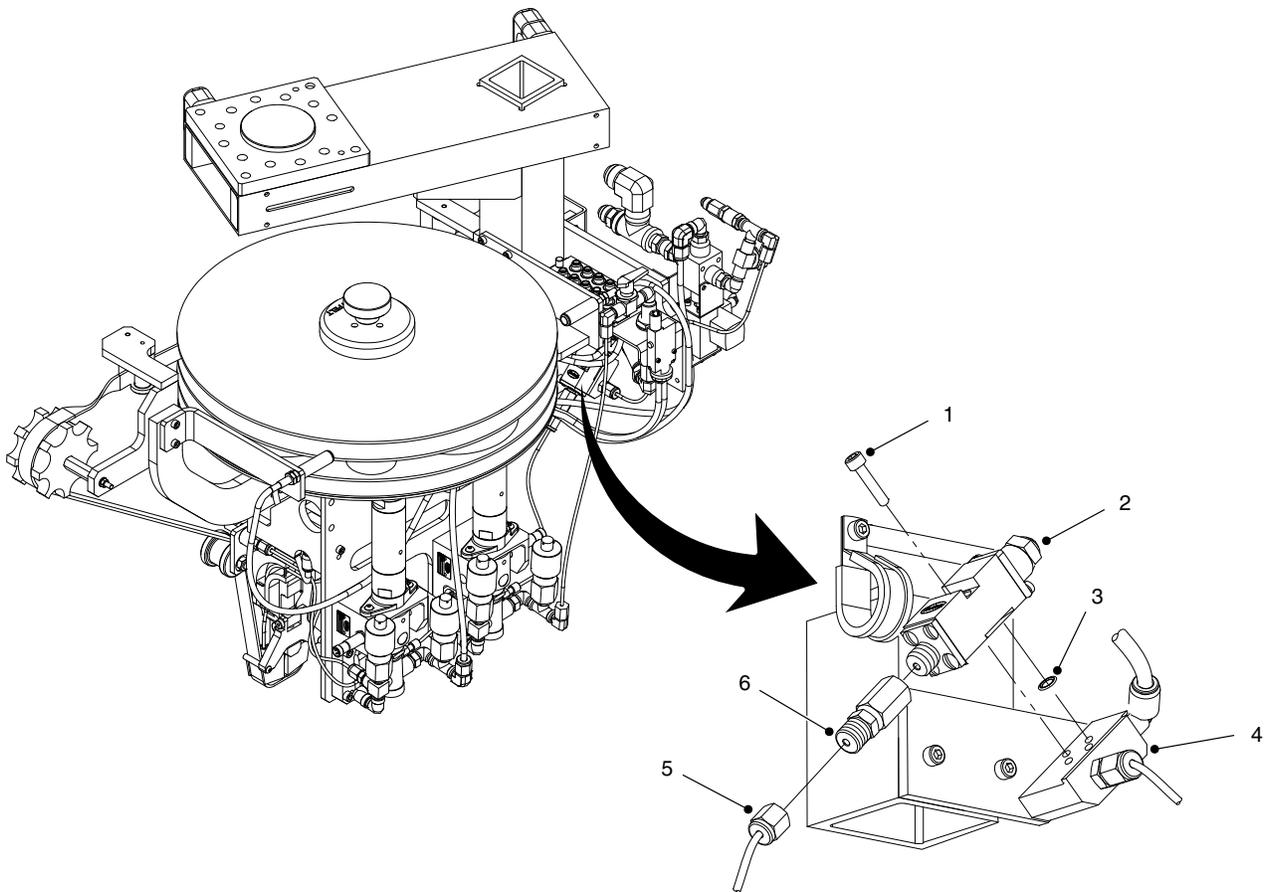

Figura 3 Válvula de disolvente
2. Ver la figura 3. Colocar un recipiente de desechos debajo de la línea de disolvente (5). Desconectar la línea de disolvente del racor (6).
3. Retirar los tornillos (1) que unen la válvula de disolvente al distribuidor (4).
4. Retirar las junta tóricas (3) de la válvula de disolvente. Desechar las juntas tóricas.
5. Retirar el racor (6) de la válvula de disolvente (2).